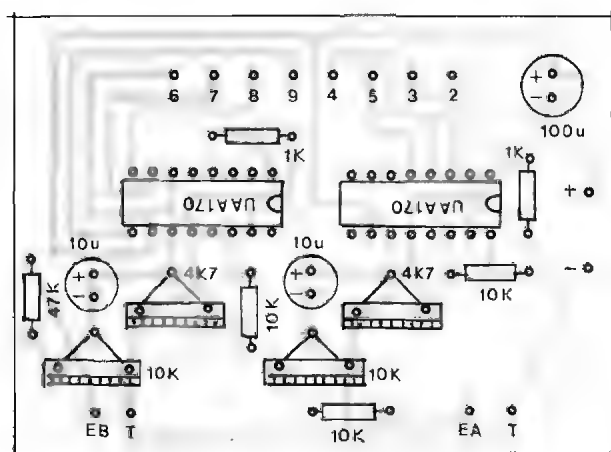

Fig. 4
**FIG. 4 - "CHAPEADO DA MONTAGEM - PLACA "A"** - Vista pelo lado não cobreado, a placa "A" mostra a estilização, codificação, polaridades, etc. de todos os principais componentes nela acomodados... Atenção, principalmente, ao posicionamento dos dois Integrados (ambos com suas extremidades marcadas voltadas para a direita, no ângulo em que a placa é observada...) e com as polaridades dos três capacitores eletrolíticos. Quanto aos demais componentes, cuidado para não "trocar as bolas" dos seus valores em função dos lugares que ocupam (isso também vale para os **trim-pots**...). Conferir tudo ao final, inclu-